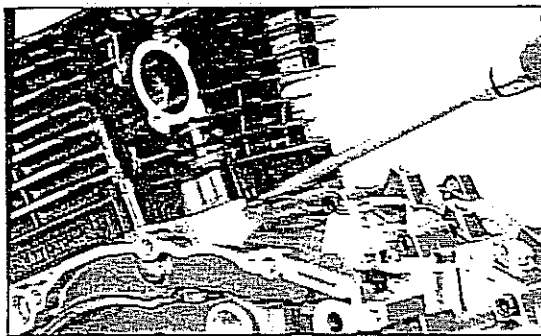

Bild 112
- Zylinder an den in Bild 112 gezeigten Montagetasen vorn und hinten loshebeln.